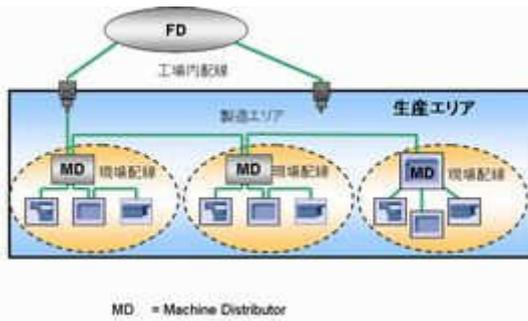

Figure 27: 工場内の Ethernet トポロジーは通常ライン構成をとる
- ライントポロジー；現場機器内のスイッチを使います。(Figure 27).